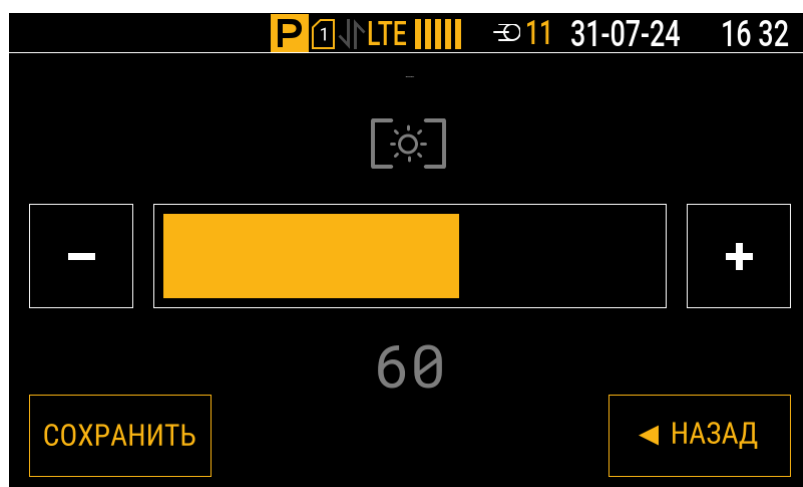

Рис.29. Настройка яркости экрана в контроллере
1. В интерфейсе контроллера выберите Меню | Дисплей и звук | Яркость экрана (Рис.29).